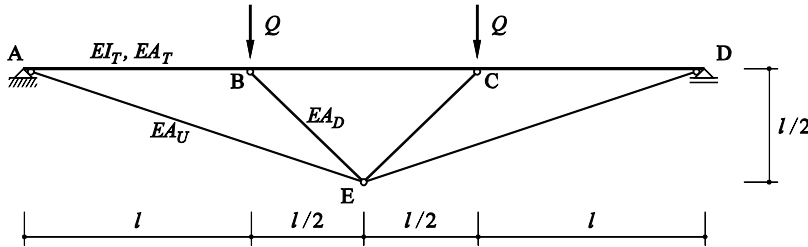

Bild 3.1
Der in Bild 3.1 dargestellte unterspannte Träger der Gesamtlänge $3l$ ist als einfacher Balken gelagert und wird in den Drittelpunkten durch Einzellasten Q belastet. Die Biegesteifigkeit des Trägers beträgt EI_T . Die Unterspannung weist die Dehnsteifigkeit EA_U auf. Verformungen aufgrund von Normalkräften im Träger und in den beiden geneigten Druckpfosten dürfen vernachlässigt werden ($EA_T = EA_D \rightarrow \infty$), ebenso sämtliche Schubverformungen.
- Berechnen Sie die Beanspruchungen im Träger AD des in Bild 3.1 dargestellten unterspannten Systems und stellen Sie diese in Schnittgrössendiagrammen dar.